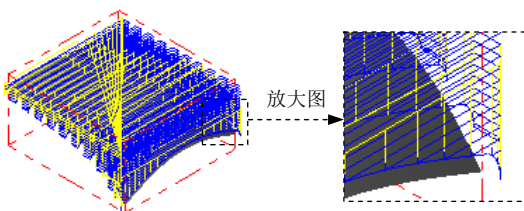

图 10.4.6 刀具路径
(2) 完成参数设置。对话框中的其他参数保持系统默认设置值，单击“曲面粗加工投影”选项卡中的 按钮，图形区生成图 10.4.6 所示的刀具路径。
- (1) 在“操作管理器”中单击 刀具路径 - 212.5K - ROUGH_PROJECT.NC - 程序号码 0 节点, 系统弹出“路径模拟”对话框及“路径模拟控制”操控板。
- (2) 在“路径模拟控制”操控板中单击 按钮, 系统将开始对刀具路径进行模拟, 结果与图 10.4.6 所示的刀具路径相同, 在“路径模拟”对话框中单击 按钮。